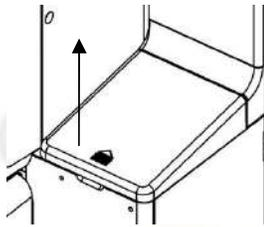

Figura 8-16
- 1) Abra la tapa de sellado (Figura 8-16).